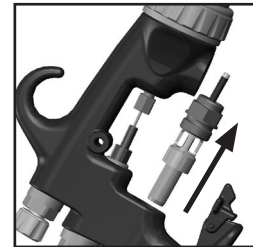

Fig. 16
3. Quitar la válvula de aire sujetando el vástago. (Ver Fig. 16)